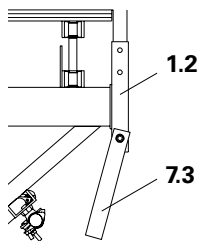

Fig. B1.36
1. Fissare l'attacco tenditore di sicurezza CB (7.3) con l'apposita vite M16 x 100, SW 24 al tubo verticale (1.2) della mensola. (Fig. B1.36)